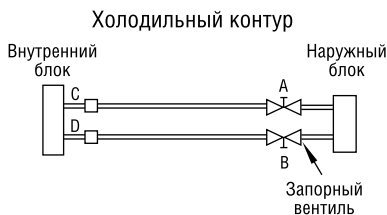

Рис. 22
1. Плотно затяните накидные гайки A, B, C и D (рис.22). Подключите заправочный шланг манометрического коллектора к запорному вентилю низкого давления (газовая труба).